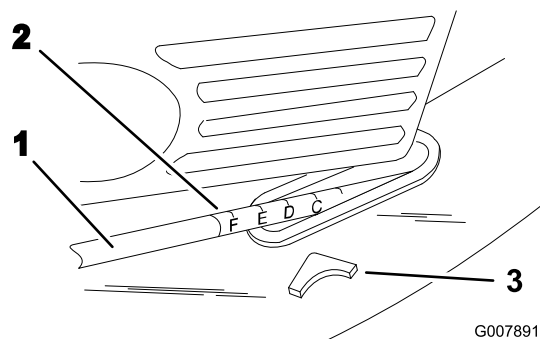

Figura 17
3. Sollevando o premendo la manopola, utilizzate l'indicatore e la posizione dell'altezza di taglio sull'asta di collegamento per regolare il tosaerba all'altezza di taglio desiderata (Figura 17).